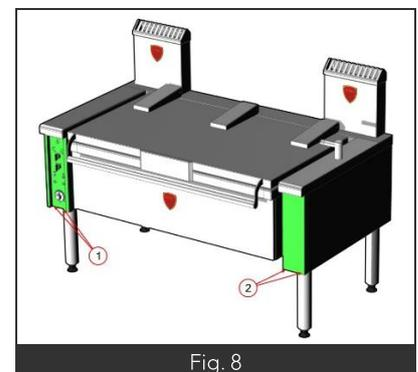

Fig. 8
Nomenclature fig.8
- Déposer le capot de la charnière en dévissant les 2 vis poêlier situées aux extrémités du capot (Fig8 Rep1) et en le tirant vers le haut.
- Le réglage de la charnière s'effectue par serrage ou desserrage de la vis (Fig8 Rep2)